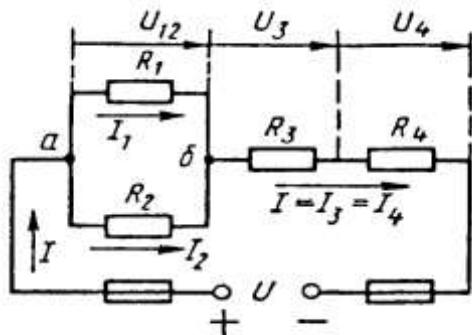

Рис. 1
Условие задачи. Цепь постоянного тока со смешанным соединением состоит из четырех резисторов. Заданы схема цепи (рис. 1), значения сопротивлений резисторов:
2) обозначим токи I_1, I_2, I_3, I_4 на (рис. 1) стрелками и определим их значения из формулы мощности:
Формулировка закона: алгебраическая сумма токов в узловой точке равна нулю. Математическая запись для узла б схемы цепи рисунок 1: